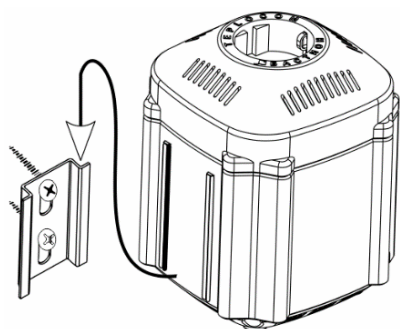

Рис.2
**Для крепления стабилизатора на стену закрепите DIN рейку при помощи 2 саморезов и оденьте на нее прибор (см. рис.2).**